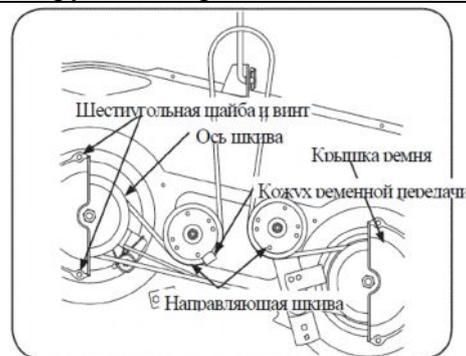

Рис. 25
2. Снимите крышку ремня со шкива оси, выкрутив винт с шестигранной головкой (См. Рис. 25).
4. Осторожно снимите ремень с двух осевых шкивов и двух натяжных шкивов деки (См. Рис. 25).
5. Расположите новый ремень на двух внешних осевых шкивах, как показано на Рис. 25.
6. Заведите ремень на 2 натяжных шкивах деки, как показано на Рис. 25.
9. Установите на место деку таким образом, чтобы не сместить ремень со шкивов. Полная схема установки ремня показана на Рис. 25.